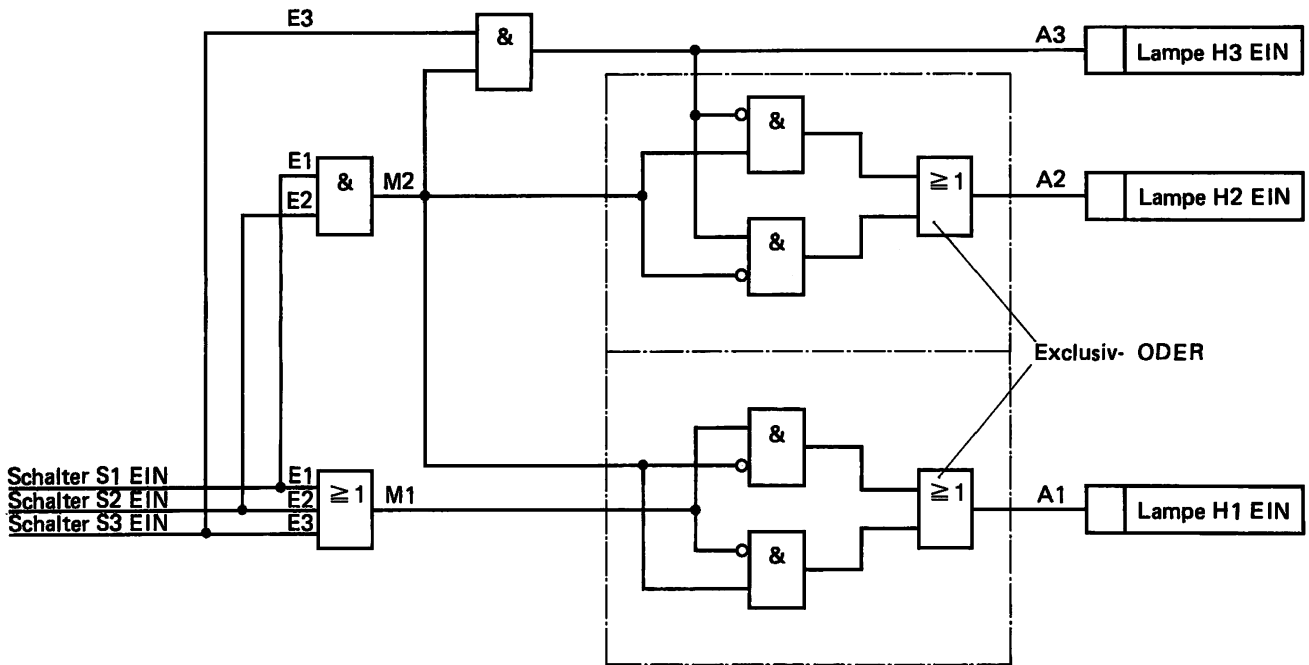

Bild F48.1
Mit den Schaltern S1 bis S3 im FUP Bild F48.1 können die Lampen H1 bis H3 in verschiedenen Kombinationen geschaltet werden.
- Entwickeln Sie aus dem geschlossenen FUP von Bild F48.1 den offenen FUP. Er ist in die drei Signalzweige für A1, A2 und A3 aufzutrennen.